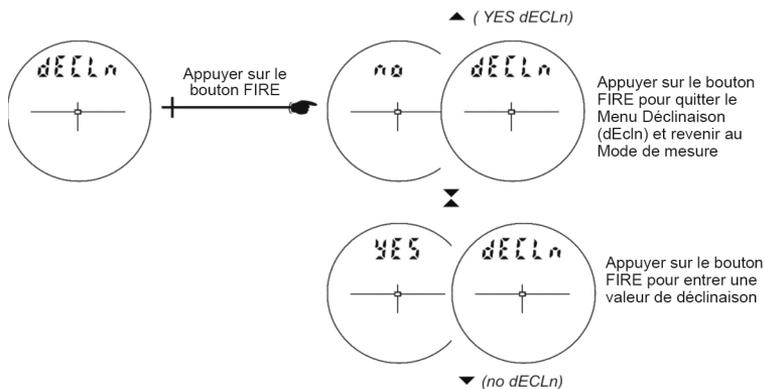

Figure 17
4. Appuyer sur le bouton  pour sélectionner l'option « H_Ang ». Le message « no » « dECLn » s'affiche sur l'écran principal et devrait apparaître comme l'illustre la Figure 17 (voir page suivante).